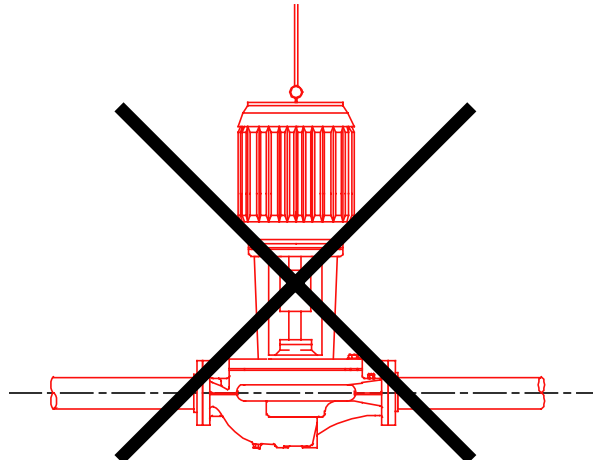

图 2.6 不建议 - 悬挂
2.6. 不要用马达的吊环螺栓或任何其它马达部件来支撑机组(图 2.6)。